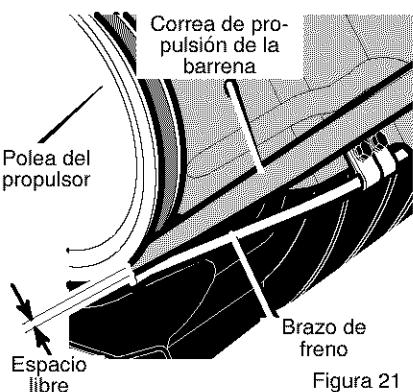

Figura 21
7. Para sacar la **correa de propulsión de la barrena de la polea del propulsor**, mueva el brazo guía a la posición de engranaje. Esto le dará un **espacio libre** entre la **polea del propulsor** y el **brazo de freno** para sacar la **correa de propulsión de la barrena** (vea la Figura 21).